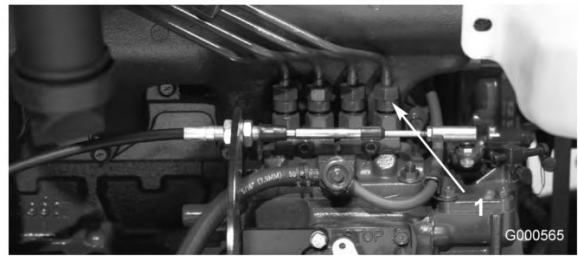

Bild 40
1. Lockern Sie den Leitungsanschluss an der Injektordüsen- und Halterungsgruppe Nr. 1 an der Einspritzpumpe (Bild 40).